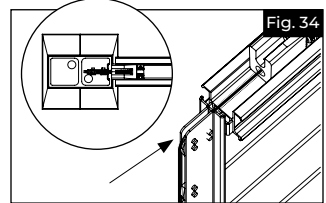

Fig. 34
- b. S'assurer que le câble fait le dernier tour du guide en regardant vers le bas du poteau (Fig. 34). Tirer toute la partie lâche du câble dans le tendeur. Veiller également à ce que le ressort de tension reste en place dans le profilé au niveau du poteau avant de tirer sur le tendeur.
- Pré-tendre le câble sur les guides A et B en tirant à la main le maximum de câble lâche dans le dispositif de blocage (Fig. 35). S'assurer que le câble fait le dernier tour du guide en regardant vers le bas du poteau (Fig. 34).
Cette étape est cruciale pour obtenir une tension finale correcte. Le port de gants peut être utile lors de la pré-tension. Veiller à ce que le câble soit centré dans le guide-câble, tout en tirant fermement (Fig. 34).